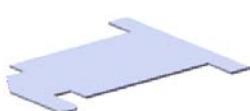
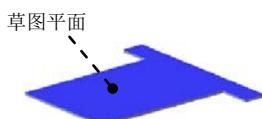

图 1.5 薄片 1
图 1.6 草图平面
Step3. 创建图 1.5 所示的钣金特征——薄片 1。
(1) 选择命令。选择下拉菜单 **插入(I)** → **钣金(H)** → **基体法兰(A)...** 命令 (或单击“钣金”工具栏上的“基体法兰/薄片”按钮)。
(2) 定义特征的横断面草图。
① 定义草图平面。选取图 1.6 所示的模型表面作为草图平面。